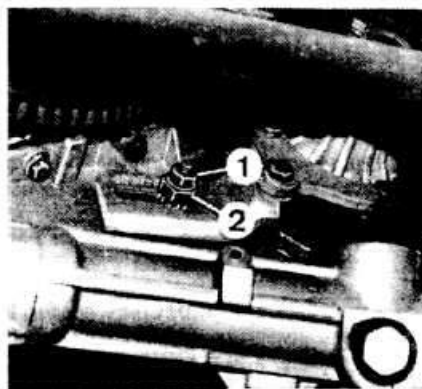

Рис. 12-6. Регулировка натяжения ремня привода насоса гидроусилителя рулевого управления:
• Динамометрическим ключом затянуть регулировочный болт натяжителя ремня моментом 0,7 кгс.м, ослабив контргайку болта (рис. 12-6).